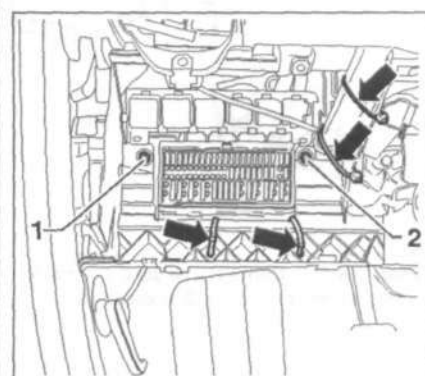

Рис. 13.59. Выкрутите винты 1 и 2 и обрежьте стяжные хомуты (стрелки).
12. Выкрутите винты 1 и 2 и обрежьте стяжные хомуты (стрелки) (рис. 13.59).